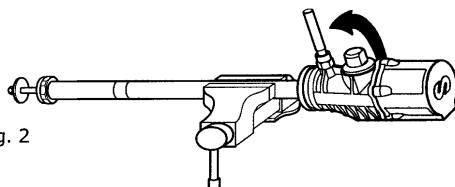

Fig. 2
4. Unscrew the air motor body (15) from the suction tube (47) using a threaded rod or a pipe wrench (fig. 2), and pull it out until it stops. The union nut (37) will be visible after cleaning the grease from the rod.
4. Desenroscar el cuerpo motor (15) del tubo de aspiración (47) usando una varilla roscada (Fig. 2), y extraerlo hasta que haga tope. Quedará a la vista la tuerca de conexión (37).
3. Séparer le corps du moteur d'air (15) du tube d'aspiration (47) à l'aide d'une tige filetée (voir Fig.2) et desserrer jusqu'à atteindre la butée. Dès lors, l'écrou prolongateur (37) devrait être visible.